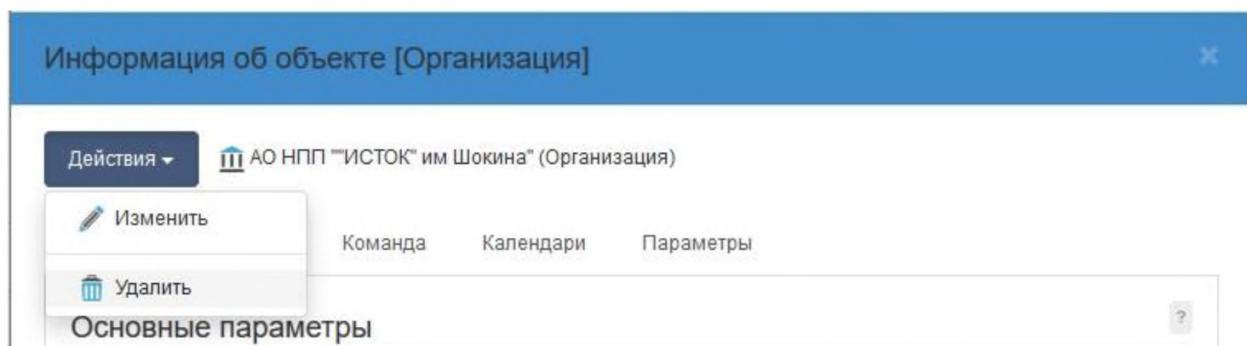

Рисунок 12 – Изменение или удаление организации
- 8) Выберите **Действия**, **Изменить** или **Удалить** (рис. 12).